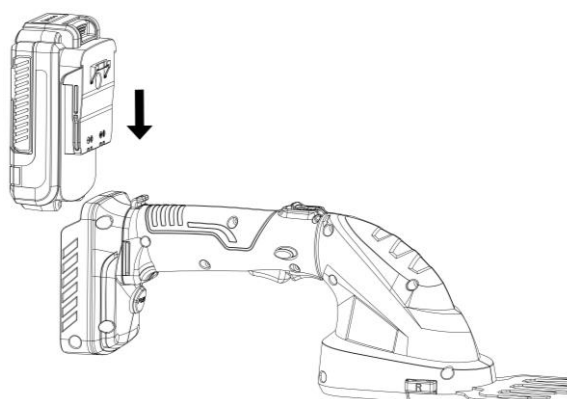
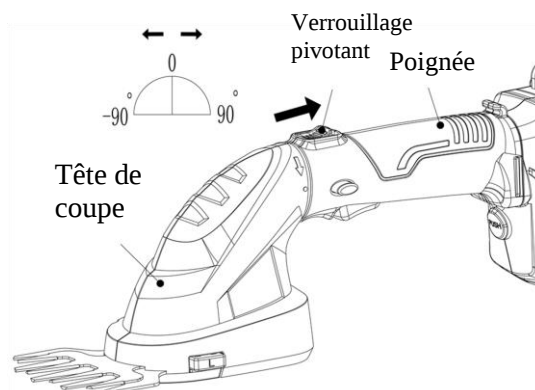

Fig. 3
Fig. 4
4.4- Installation/retrait de la batterie (6)
- Insérez complètement la batterie dans le compartiment à batterie pour l'installer. Reportez-vous à la Fig. 3.
- Pour retirer la batterie, appuyez sur le bouton de déverrouillage de la batterie (5) et retirez-la.
- Tenez fermement la poignée et faites glisser le verrou pivotant pour libérer la tête de coupe. Voir la Fig. 4 pour référence.